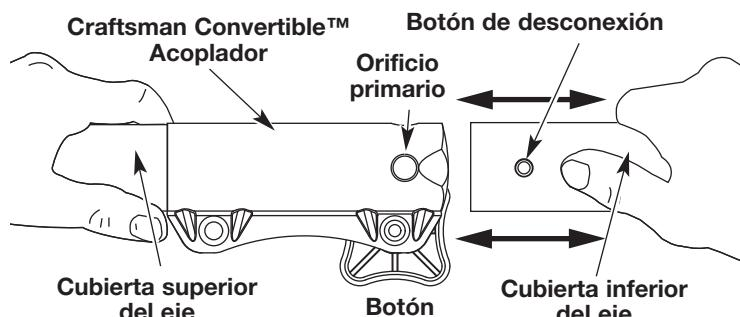

Fig. 2
- Mientras sostiene el accesorio con firmeza, empújelo en línea recta en el acoplador (Fig. 2).
PRECAUCIÓN: Trabe el botón de desconexión en el orificio primario (Fig. 2) y ajuste bien la perilla antes de operar esta unidad.
2. Oprima y sostenga oprimido el botón de liberación (Fig. 2).
3. Mientras sostiene con firmeza el bastidor del eje superior, tire del accesorio hacia afuera del acoplador (Fig. 2).